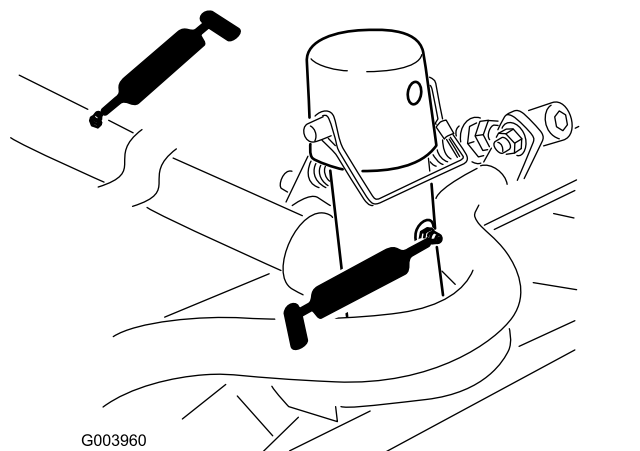

Figura 109
- Bastidor de tiro y pivote de la unidad de corte (2 en cada) (Figura 109).